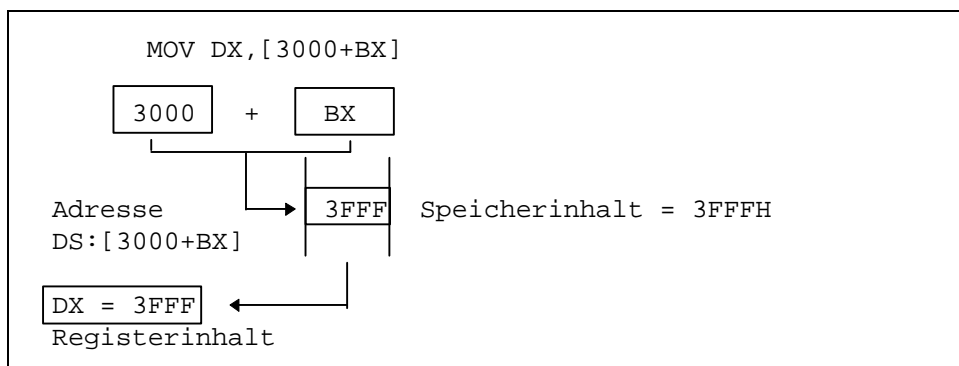

Bild 2.12: Indirekte Adressierung beim MOV-Befehl
Die ersten beiden Anweisungen enthalten noch absolute Adressangaben und wurden bereits in ähnlicher Form beim Immediate-MOV-Befehl vorgestellt. Bei den folgenden zwei Befehlen deuten sich aber bereits die Möglichkeiten der indirekten Adressierung an. Die Adresse der Speicherstelle wird indirekt über ein Register (SI) oder über einen Ausdruck (3000+BX) angegeben. Dies bedeutet, der Prozessor muß sich die Adresse erst aus dem Ausdruck in den eckigen Klammern [] berechnen. Bei der letzten Anweisung wird demnach der Inhalt des Registers BX zur Konstante 3000 addiert. Das Ergebnis bildet dann die Speicherstelle, deren Wert in das Register DX gelesen wird. Da DX ein 16-Bit-Register darstellt, wird ein Word (2 Byte) gelesen (Bild 2.12).
In Bild 2.12 wird ein Zeiger aus der Konstanten (3000H) und dem Inhalt des BX-Registers gebildet. Das Ergebnis wird mit DS als Zeiger in den 1-MByte-Speicherbereich des Prozessors genutzt. An dieser Adresse soll nun der Wert 3FFFH stehen. Der Prozessor liest die beiden Bytes und kopiert sie in das Register DX. Nach Aus-